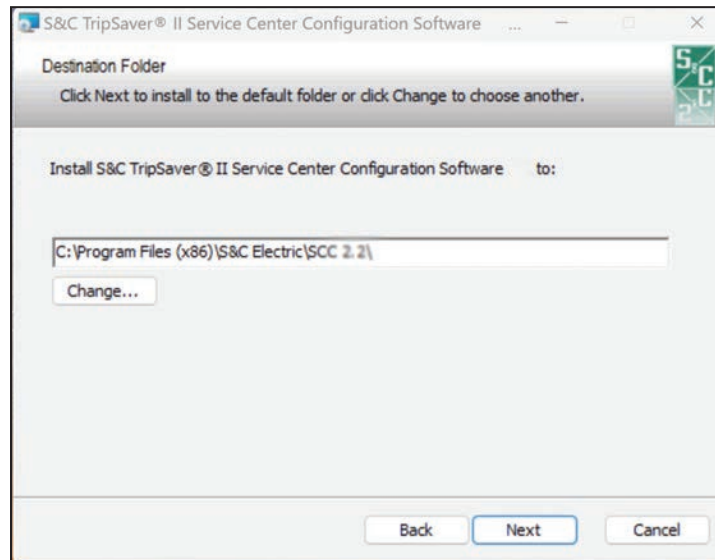

Figura 5. Caixa de diálogo para seleção da pasta de destino.
PASSO 4. A próxima caixa de diálogo a ser aberta possibilita a seleção da pasta em que o software será instalado. Clique no botão **Change** (Mudar) para selecionar uma pasta de destino específica, ou use a pasta default mostrada. Clique no botão **Next** para continuar, ou clique no botão **Cancel** para sair do processo de instalação. Clique no botão **Back** (Retornar) para voltar ao passo anterior. Ver Figura 5.